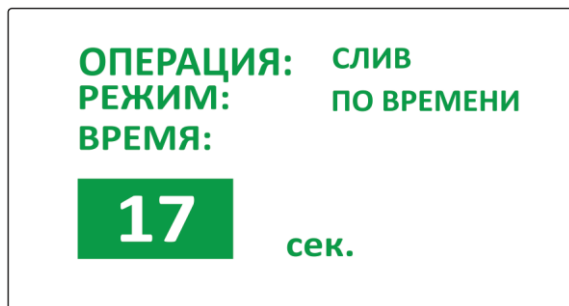

Рисунок 9
8.2.4.5. Если были выбраны режимы «РУЧНОЙ» или «ПО ДАТЧИКУ», то выбор будет сохранён, кнопки-индикаторы вернуться в режим постоянной подсветки, и на дисплее отобразится главное меню. Для режима «ПО ВРЕМЕНИ» откроется меню задания времени (Рисунок 9).